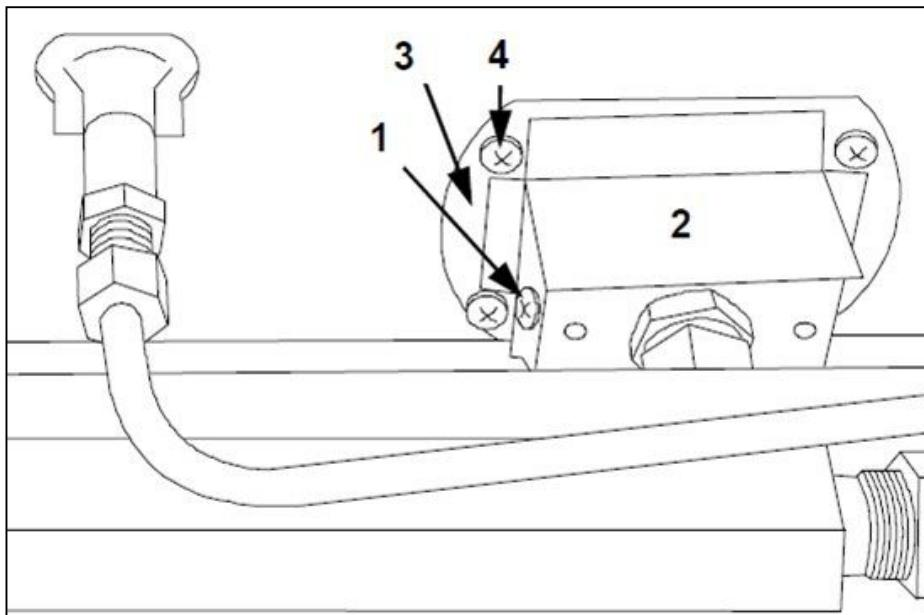

ABB.16
- Entfernen Sie die Luftklappe des Brenners (ABB. 16, Bez. 2), indem Sie die Schraube (ABB. 16, Bez. 1) lösen und entfernen seitlich;
- Lösen Sie die 4 Schrauben (ABB. 16-Bez. 4) und entfernen Sie den Brenner (ABB. 16-Bez. 3) und ersetzen Sie ihn;